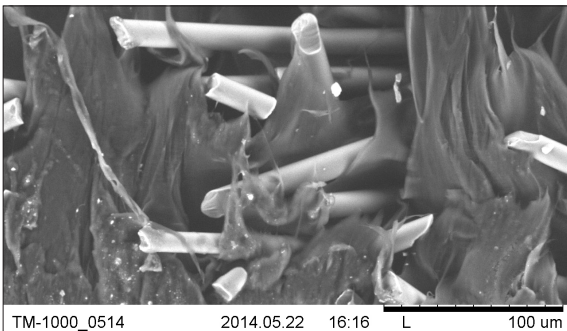

Abbildung 2: REM-Aufnahme Polymer mit schlechter Kopplung zur Glasfaser
- Bei den Glasfasercompounds kamen verschiedene Glasfasern zum Einsatz. In Abbildung 2 ist die unterschiedliche Anbindung der Glasfasern zur Matrix zu erkennen. Grund dafür sind unterschiedliche Schichten auf den Glasfasern.